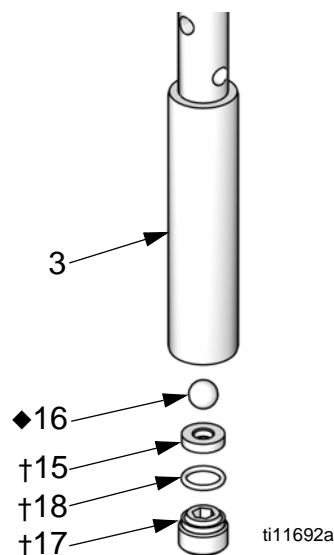

FIG. 5. Remplacez la bille et le siège du piston.
13. Retirez le joint torique (18†), le siège (15†) et la bille (16◆). Voir FIG. 5.